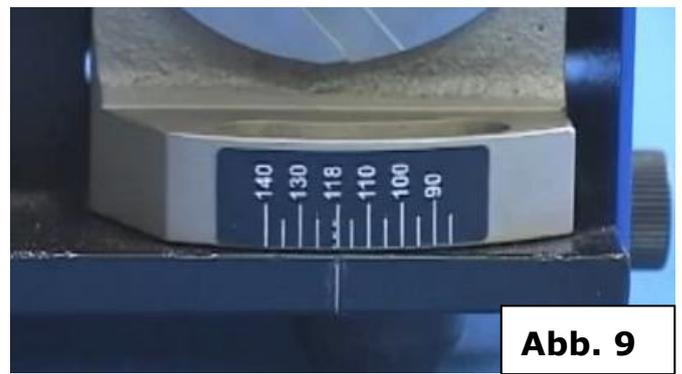

**Abb. 7**
- Die Führungskante des Spannfutter und die Hauptschneide des Bohrers sollten 2 parallele Linien sein ! (Abb. 7)